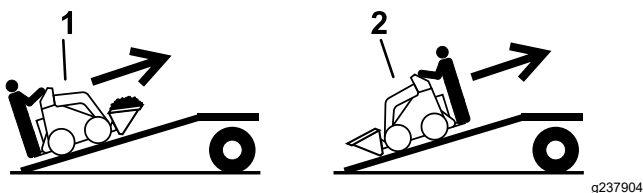

Bild 14
5. Fahren Sie beim Verladen auf den Anhänger mit dem schweren Ende der Maschine auf die Rampe und befördern Sie Lasten niedrig (**Bild 14**).